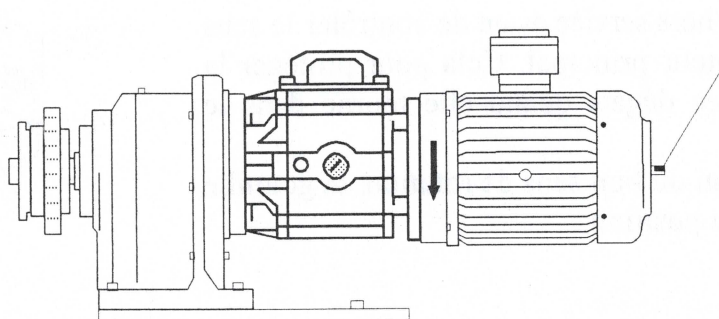

FIG.: 5.1
Le moteur principal est accessible après démontage du panneau de protection à la sortie de la machine. Sur le corps du moteur il se trouve une flèche [FIG.: 5.1] qui indique le correct sens de rotation du moteur principal.
- Arrêter puis le moteur principal en appuyant sur le bouton rouge d'arrêt. Vous pouvez maintenant vérifier le sens de rotation du moteur principal à l'aide de la vis rpérée [1, FIG.: 5.1].